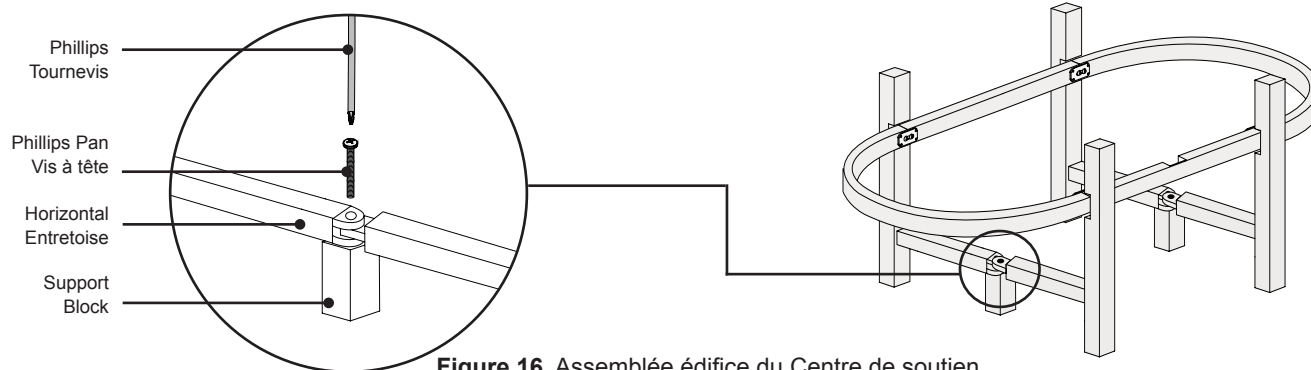

Figure 16. Assemblée édifice du Centre de soutien
- ❶ Installez le support de blocs de centre en les plaçant sous chaque support axe horizontal (Figure 16).
- ❷ Aligner les trous de fixation des entretoises horizontales avec le trou de montage sur chaque bloc de support.
- ❸ Insérer et serrer à l'aide d'un tournevis, deux (2; 1 de chaque bloc de support) vis à tête Phillips.
- ❹ Utilisez un niveau pour s'assurer que le cadre en bois est de niveau.
- ❺ Si elle n'est pas de niveau, utilisez le bouton de réglage du pied (situé sous chaque bloc de soutien) à régler correctement le niveau de l'armature en bois.